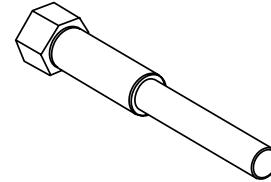

Abb. 16. Demontagewerkzeug für obere Kupplung (Primäriemenscheibe)
- Legen Sie das im Dokumentenbehälter enthaltene Kupplungsdemontagewerkzeug, Teilnr. 23294, bereit (Abb. 16).
4. Das Schwungrad weiterhin festhalten (s. oben) und das Demontage-Spezialwerkzeug (Abb. 16) in die obere Kupplung einschrauben, bis sich die Taperlock-Verbindung löst. Die Riemenscheibe von der Welle abziehen.